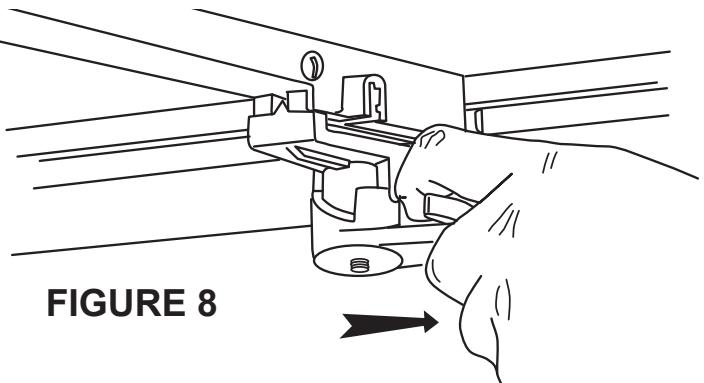

FIGURE 8
2. Avant de faire tourner les poignées avant, déclencher les attaches de verrouillage en les tirant vers l'arrière sur les deux poignées avant. Se reporter à la Figure 8.